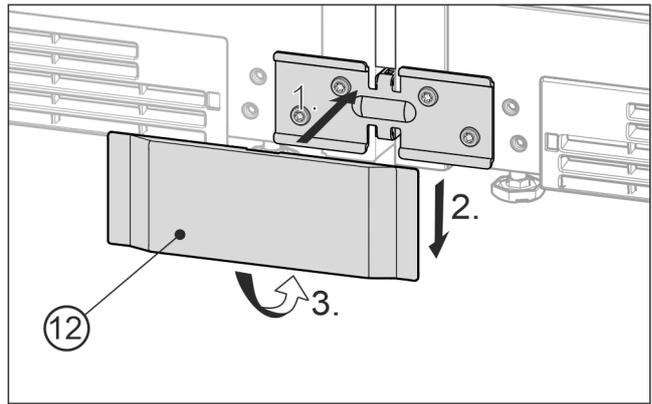

Fig. 25 Rappresentazione esemplificativa
- Applicare la copertura inferiore Fig. 25 (12) dal davanti sulla squadretta Fig. 25 (1), spingerla verso il basso Fig. 25 (2) e innestarla nella parte inferiore Fig. 25 (3).